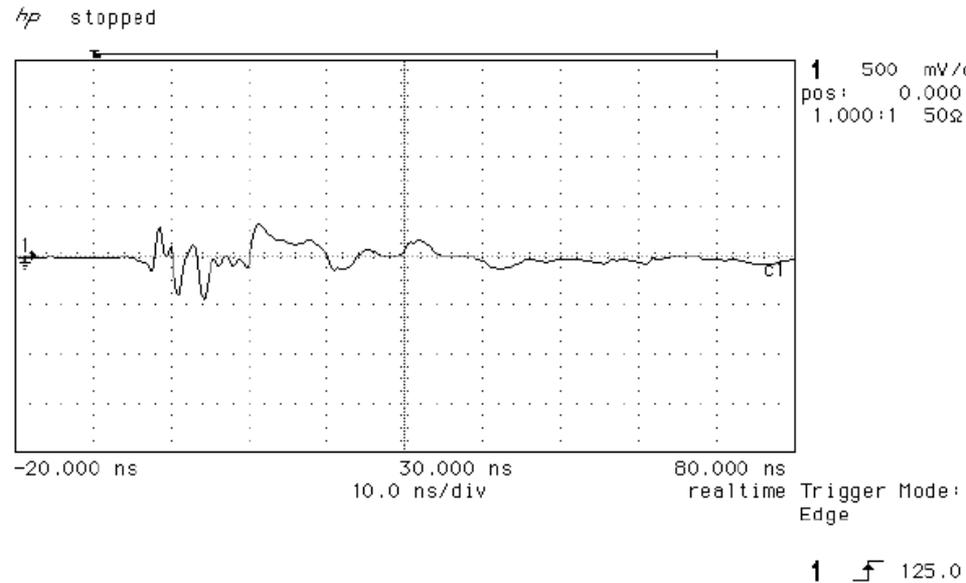

Figure 4. Apparent Signal on Straight Path
- 下方貼連續銅箔的連續傳導路徑，量到傳遞到負載的ESD雜訊波形振幅小很多(Fig 4)